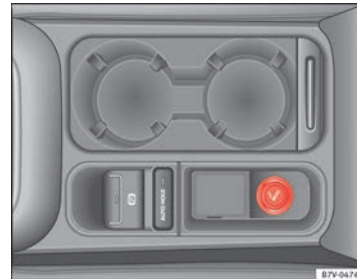

Abb. 119 In der Mittelkonsole vorn: Zigarettanzünder.
Je nach Ausstattung kann sich ein Zigarettanzünder in der Mittelkonsole vorn ⇒ Abb. 119 oder im Ablagefach in der Mittelkonsole vorn befinden.
- Anzünderknopf des Zigarettanzünders bei eingeschalteter Zündung hineindrücken ⇒ Abb. 119.